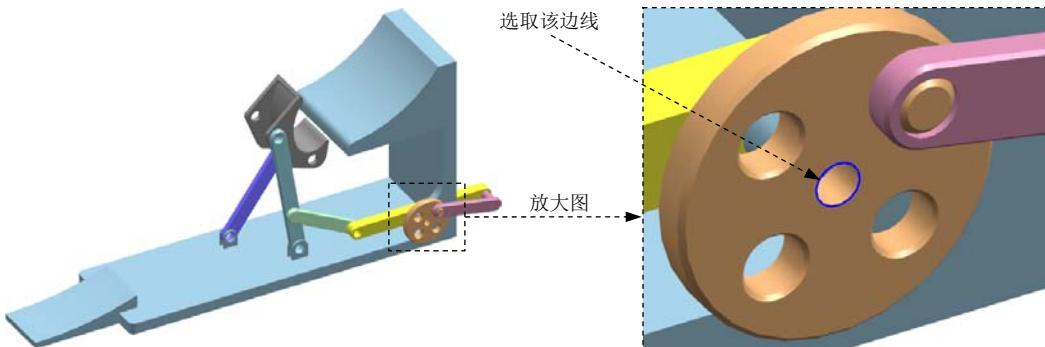

图 10.2.3 定义旋转副（一）
(1) 选择下拉菜单 **插入(S)** → **运动副(I)...** 命令，系统弹出“运动副”对话框；在“运动副”对话框 **定义** 选项卡的 **类型** 下拉列表中选择 **旋转副** 选项；在模型中选取图 10.2.3 所示的圆弧边线为参考，系统自动选择连杆、原点及矢量方向。